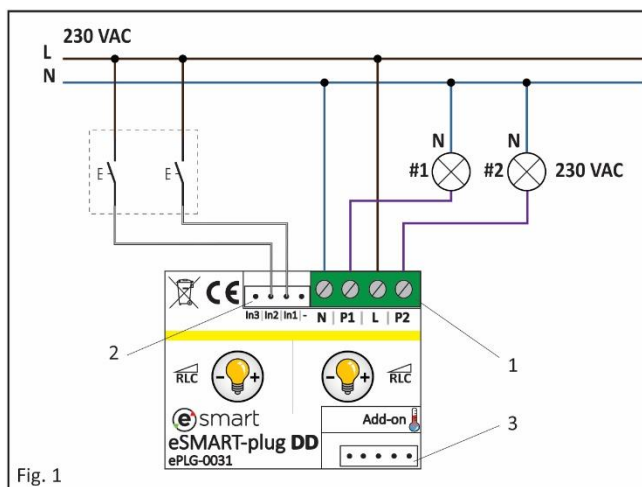

Fig. 1
L'eSMART-plug est composé de 4 bornes à visser (1, Fig.1), 1 connecteur d'entrée (2, Fig.1) et 1 connecteur d'extension (3, Fig.1). L'eSMART-plug se raccorde sur le réseau électrique 230 V AC/50 Hz.
- Raccordez l'alimentation 230 V AC (1, Fig.1) sur les bornes L et N. Respectivement, la Phase sur la borne L et le Neutre sur la borne N, comme indiqué sur le schéma.
- Raccordez les charges #1 et/ou #2 (1, Fig.1) sur les bornes P1 et P2. Respectivement, la charge #1 sur la borne P1 et/ou la charge #2 sur la borne P2, comme indiqué sur le schéma.
- Raccordez chaque entrée du eSMART-plug avec le connecteur à deux fils (2, Fig.1) sur un poussoir [voir "Données Techniques"]. Respectivement, le fil in1 active le canal 1 et le fil in2 active le canal 2 de l'eSMART-plug.
- Le cas échéant, connecter la sonde de température (3, Fig.1) sur le connecteur prévu à cet effet.
Das eSMART-plug hat 4 Schraubklemmen (1, Abb. 1), 1 Eingangsanschluss (2, Abb. 1) und 1 Erweiterungsanschluss (3, Abb. 1). Das eSMART-plug wird an das Stromnetz 230 V AC/50 Hz angeschlossen.
- Schließen Sie die Stromversorgung 230 V AC (1, Abb. 1) an die P- und N-Klemmen an, nämlich Phase an Klemme P und Neutral an Klemme N, wie in der Abbildung dargestellt.
- Schließen Sie die Lasten # 1 und / oder # 2 (1, Abb. 1) an die Klemmen P1 und P2 an. D.h., Last # 1 an Klemme P1 und / oder Last # 2 an Klemme P2, wie in der Abbildung dargestellt.
- Schließen Sie jeden Eingang des eSMART-plug über einen Taster an den zweipoligen Anschluss an (2, Abb. 1) [siehe "Technische Daten"]. D.h., die Litze in in1 aktiviert Kanal 1 und die in in2 Kanal 2 des eSMART-plug.
- Schließen Sie gegebenenfalls den Temperatursensor (3, Abb. 1) an den hierfür vorgesehenen Anschluss an.
The eSMART-plug has 4 screw terminals (1, Fig. 1), 1 input connector (2, Fig. 1), and 1 expansion connector (3, Fig. 1). The eSMART-plug is to be connected to the 230 V AC/50 Hz mains.
- Connect the power supply 230 V AC (1, Fig. 1) to the P and N terminals, namely Phase to terminal P and Neutral to terminal N, as shown in the illustration.
- Connect loads # 1 and / or # 2 (1, Fig. 1) to the P1 and P2 terminals. I.e., load # 1 to terminal P1 and / or load # 2 to terminal P2, as shown in the diagram.
- Connect each input port of the eSMART-plug with the two-wire connector (2, Fig. 1) via a push button [see "Technical Data"]. I.e., the wire in 1 activates channel 1, and the wire in2 activates channel 2 of the eSMART-plug.
- If appropriate, connect the temperature sensor (3, Fig. 1) to the connector provided for that purpose.